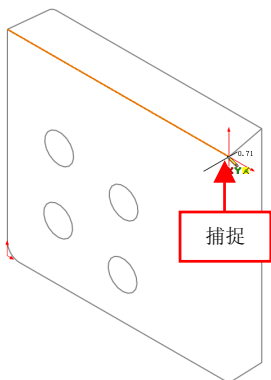

图 2-47 捕捉合适端点
(2) 单击【草图】选项卡中的【3D 草图】按钮，进入 3D 草图绘制环境，单击【直线】按钮，捕捉合适端点，如图 2-47 所示。